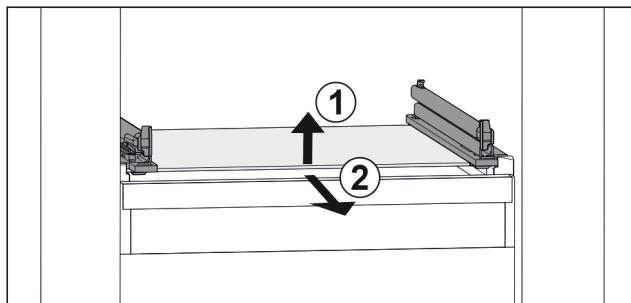

Fig. 46 Примерно изображение на стъклената плоча
► Повдигнете стъклена плоча отпред. Fig. 46 (1)
► Извадете стъклена плоча напред. Fig. 46 (2)